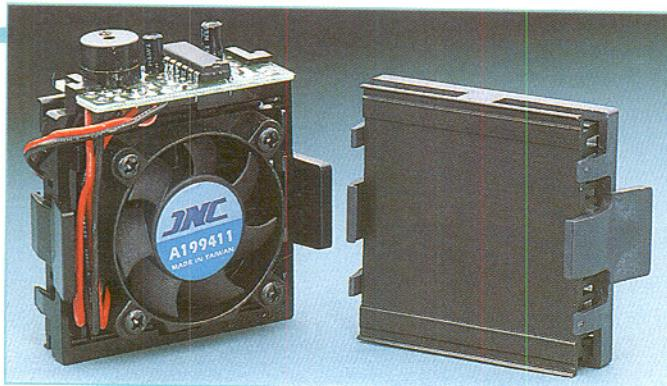

Bild 4: CPU-Lüfter mit Temperaturmelder - alarmiert den Benutzer bei drohender Überhitzung der CPU.
körper gegen ein laufruhigeres Exemplar. Diese gibt es mit optimierter Drehzahl bei verbesserter Luftführung (Abbildung 3: 5V-Lüfter mit der kaum mehr hörbaren „Lärmentwicklung“ von < 10 dB (A)) oder gleich mit integriertem Temperaturschutz (Abbildung 4). Dieser sorgt bei Ausfall des Lüfters oder bei unnatürlich starker Erwärmung des Prozessors für einen akustischen Alarm, der den Nutzer veranlassen soll, den Rechner auszuschalten und nach der Ursache der übermäßigen Erwärmung zu suchen.